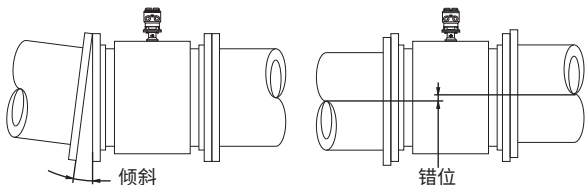

图3.2.2 倾斜和错位的流量计配管
- (1) 安装流量计前, 调整错位或倾斜的管道, 以及安装法兰间的间隙(请参阅图3.2.2)。